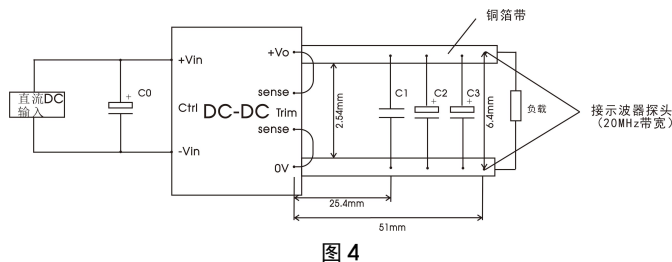

图 4
注: ①纹波和噪声的测试方法参见图 4。
所有该系列的 DC/DC 转换器的常规性能在出厂前, 都是按照下图 4 推荐的测试电路进行测试, 纹波噪声测试用图 4 接线测试。